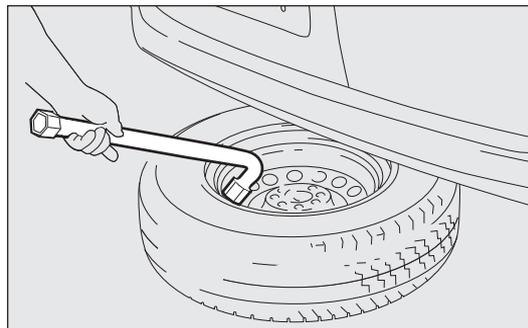

fig. 132
- ❑ utiliser la clé de démontage des roues B pour entraîner la roue hors du véhicule fig. 132 ;